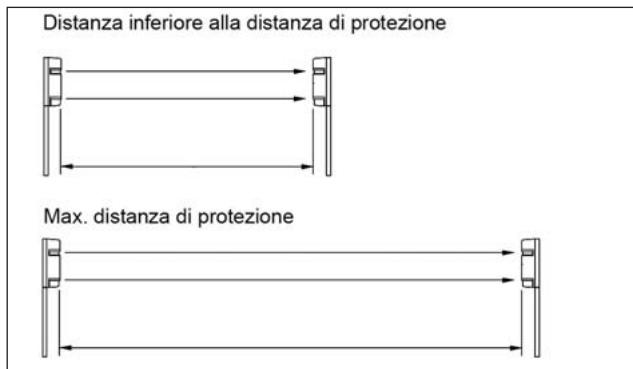

Fig. 12 - Funzioni AGL
– Nelle situazioni proposte alla Fig. 12 si ottengono esattamente gli stessi valori di tolleranza e di sensibilità nonostante le distanze differenti.